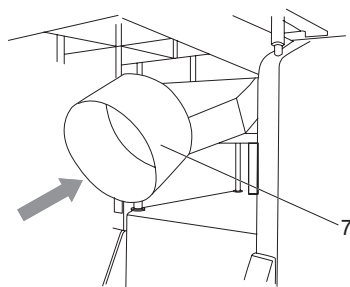

Fig. 16
- > Para finalizar, coloque el adaptador del puerto de extracción (7) deslizando simplemente sobre el puerto de extracción tal y como se muestra en la Fig. 16.